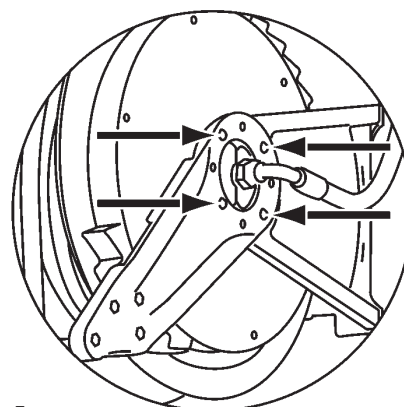

Fig. 5
3. Lösen Sie die Befestigungsschrauben (Fig. 5).